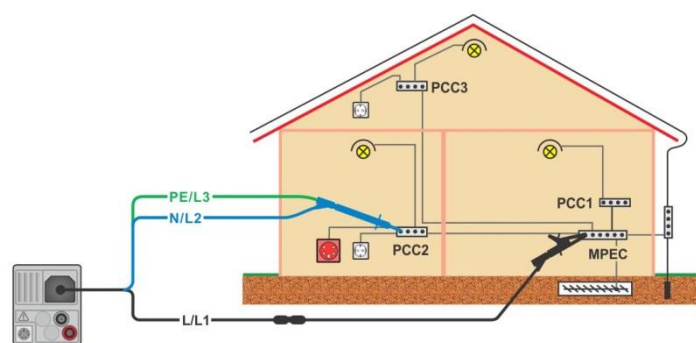

Abbildung 7.19: Anschluss des 3-Leiter Prüfadapters plus des optionalen Verlängerungskabels
- › Schließen Sie die Prüfleitungen an, siehe **Abbildung 7.19**.